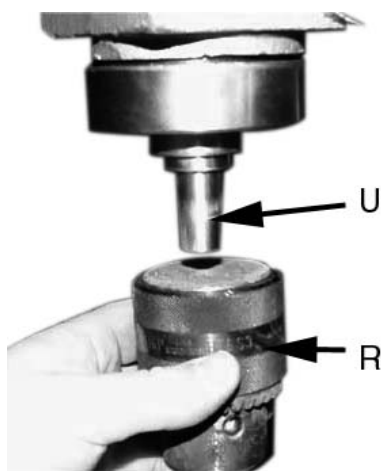

Abb. 4
Nehmen Sie einen Gummihammer und schlagen Sie das Bohrfutter (R) auf den Morsekonus (U). Falls kein Gummihammer vorhanden legen Sie ein Brett zwischen Hammer und Bohrfutter. (siehe Abb. 4)